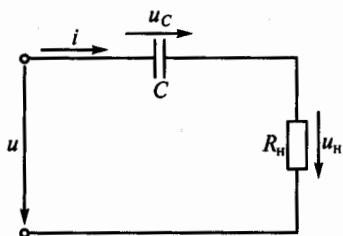

Рис. 116
**3.81.** В разделительной цепочке на рис. 116 напряжение  $u = 100 + 50 \sin \omega t$ ,  $f = 50$  Гц. Каковы напряжения на конденсаторе и нагрузке, если  $C = 2,5$  мкФ,  $R_n = 100$  кОм, а  $x_C \ll R_n$ ? (Указать неправильный ответ.)